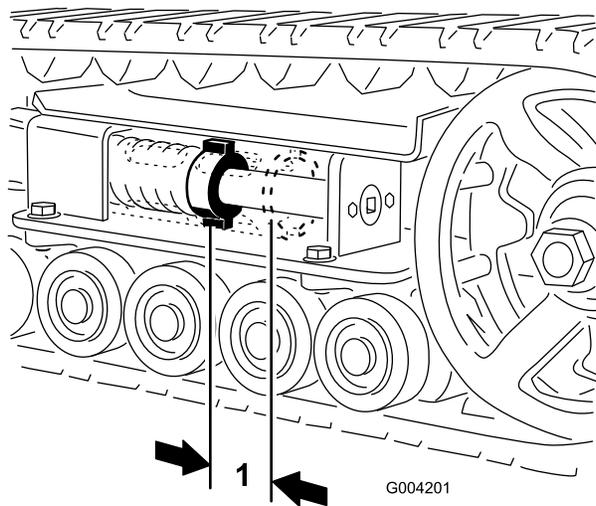
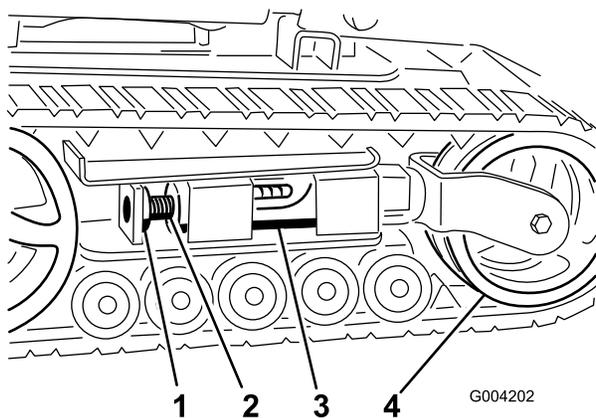
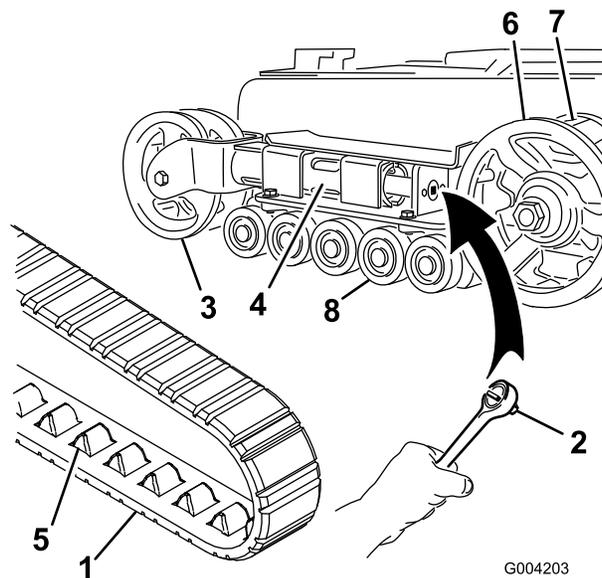
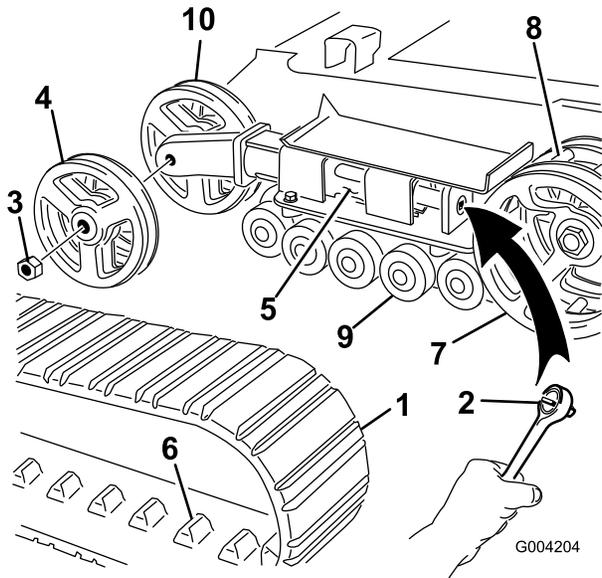

Figura 47
Figura 48
Figura 49
Figura 50
Deve essere presente uno spazio di 7 cm tra il dado di tensione e la parte posteriore del tubo di tensione (Figura 47). In caso contrario, regolare la tensione dei cingoli eseguendo la procedura di seguito riportata:
3. Togliere il bullone di bloccaggio e il dado (Figura 48).
4. Utilizzando una chiave a bussola da 1/2 poll. (Figura 49), ruotate la vite di tensione in senso antiorario, fino a quando la distanza tra il dado di tensione e la parte posteriore del tubo di tensione (Figura 47) non è pari a 7 cm.
5. Allineare l'intaglio più vicino della vite di tensione al foro del bullone di bloccaggio e fissare la vite con il bullone di bloccaggio e il dado (Figura 48).
5. Spingere la ruota di tensione verso il retro dell'unità in modo da spostare il tubo della forcella contro il telaio (Figura 49). (se non riesce a toccare il telaio, continuare a girare la vite di tensione fino ad ottenere il contatto).
7. Quando il cingolo è staccato dalla ruota di tensione, rimuovetelo dai denti di trasmissione e dalle ruote non motrici (Figura 49).
8. Avvolgete il nuovo cingolo iniziando dalla ruota conduttrice e controllando che i denti del cingolo si alloggino tra i distanziali della ruota stessa (Figura 49).
9. Spingere il cingolo sotto e tra le ruote non motrici (Figura 49).
11. Ruotate la vite di tensione in senso antiorario, fino a quando la distanza tra il dado di tensione e la parte posteriore del tubo a forcella (Figura 47) non è pari a 7 cm.
4. Utilizzando una chiave a tubo da 1/2 pollice, scaricare la tensione girando la vite di tensione in senso orario (Figura 48 e Figura 49).
4. Utilizzando una chiave a tubo da 1/2 pollice, scaricare la tensione girando la vite di tensione in senso orario (Figura 48 e Figura 50).
5. Spingere la ruota di tensione verso il retro dell'unità in modo da spostare il tubo di tensione contro il telaio (Figura 50). (se non riesce a toccare il telaio, continuare a girare la vite di tensione fino ad ottenere il contatto).
6. Togliere il dado di fissaggio della ruota di tensione esterna e rimuovere la ruota (Figura 50).
7. Togliere il cingolo (Figura 50).
8. Togliere il dado di fissaggio della ruota di tensione interna e rimuovere la ruota (Figura 50).
12. Montare la ruota di tensione interna e fissarla con il dado tolto in precedenza (Figura 50).
14. Montate il nuovo cingolo, accertandovi che gli attacchi del cingolo si inseriscano tra i distanziali al centro della ruota conduttrice (Figura 50).
15. Montare la ruota di tensione esterna e fissarla con il dado tolto in precedenza (Figura 50).
17. Ruotate la vite di tensione in senso antiorario, fino a quando la distanza tra il dado di tensione e la parte posteriore del tubo di tensione (Figura 47) non è pari a 7 cm.